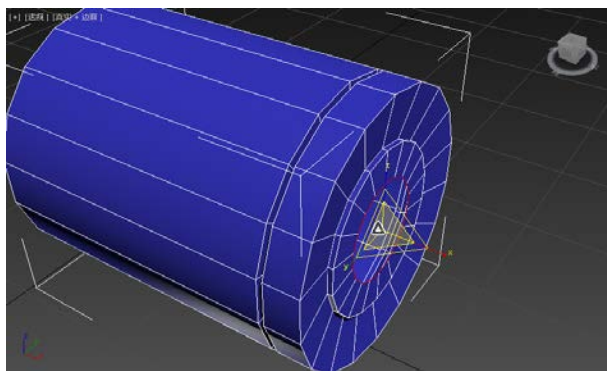

图 3-1-11 缩放生成多边形 (1)
STEP 11 按住【Shift】键并使用【选择并缩放】工具，向内缩放，生成多边形，如图 3-1-11 所示。